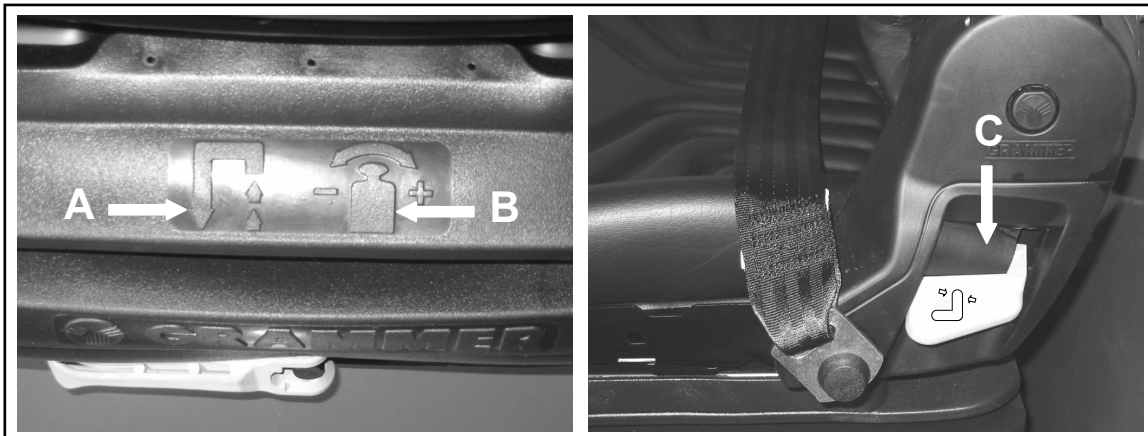

fig.7/11
- I** A - REGOLAZIONE LONGITUDINALE DEL SEDILE (pos.7 fig.7/7);
B - REGOLAZIONE MOLLEGGIO (pos.8 fig.7/7-7/8);
C - REGOLAZIONE INCLINAZIONE SCHIENALE (pos.9 fig.7/9);